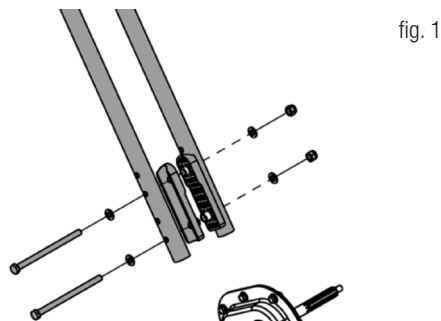

fig. 1
1. Monte a parte inferior do guidão. Use os suportes e parafusos fornecidos. Pode escolher entre 2 alturas de guidão diferentes fig. 1.